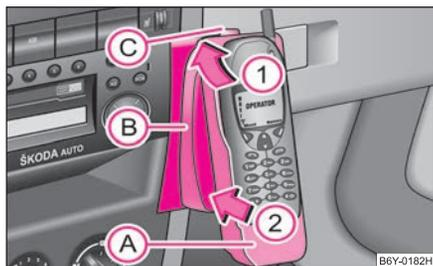

Abb. 98 Universale Vorbereitung für das Telefon
- Setzen Sie den Adapter ohne Telefon in die Halterung (B) zuerst in Pfeilrichtung (1) ⇒ Abb. 98 ein, bis der Adapter den Anschlag berührt. Drücken Sie dann den Adapter leicht in Pfeilrichtung (2), bis er einrastet.
- Setzen Sie das Telefon in den Adapter (A) (laut Anleitung des Herstellers) ein und schalten Sie die Zündung ein.